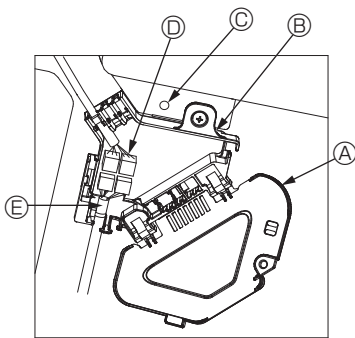

Fig. 10-8
- ① Fjern den ene skruen som holder koblingsboksdekelet fast, og åpne dekelet.
- ② Koble krysslidningskontakten på spjeldmotoren og panel-spjeldmotorens ledningskontakt i koblingsboksen. (Fig. 10-8)